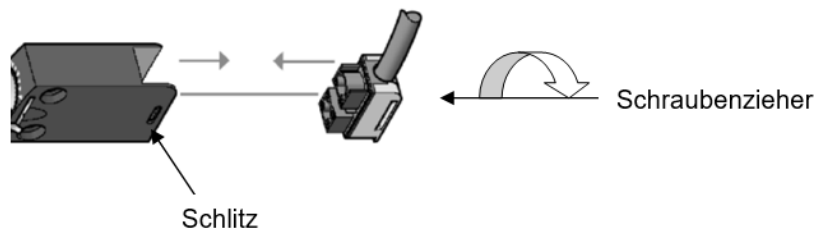

Bild 2.5
Zur Erleichterung können die Stecker von den Weichen getrennt werden, siehe Bild 2.5. Mit einem flachen Schraubendreher eine Vierteldrehung lösen und dann den Schraubendreher in den seitlichen Schlitz einführen, um den Verbinder zu lösen.
2. Zur leichteren Handhabung können die Stecker der Signalschalter Bild 2.5 entfernt werden.